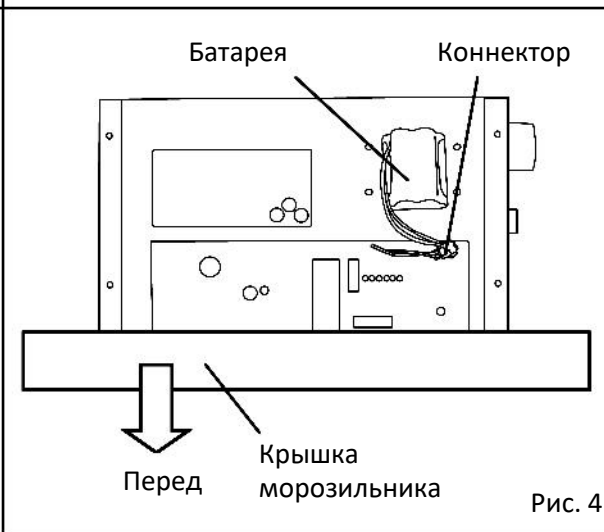

Рис. 4
6. Отсоедините коннектор батареи (Рис. 4).